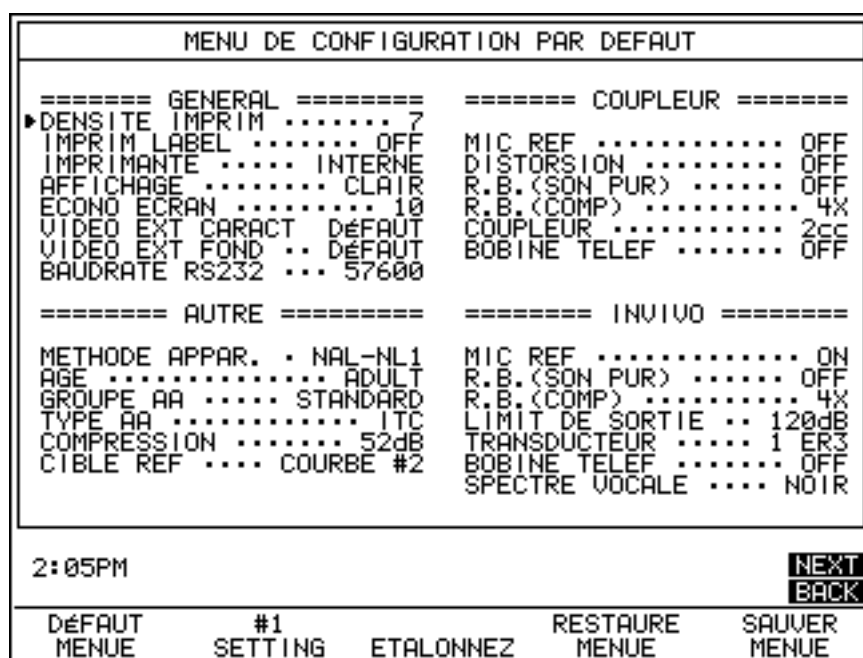

Figure 2.2—Menu de paramètres par défaut
1. Appuyer sur [MENU] à l'écran d'ouverture. Cela ouvre le menu de configuration par défaut. Voir figure 2.2.